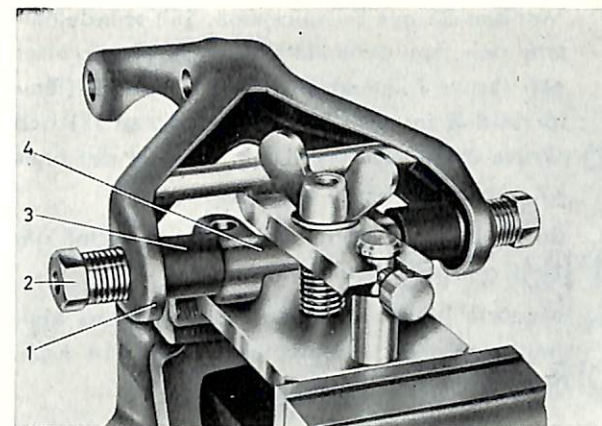

Bild 21. Montering av axel i övre länkarm.
1. Axeln (16) borttages från länkarmen genom att skruva bort smörjniplarna (12 resp. 19) och därefter de gängade bussningarna (13 resp. 18) vid axelns ändar.
4. Placera länkarmen i fixturen så, att pinnen på överfallet kommer in i U-profilen på länkarmen och hålen i axelns klackar passar på de båda styripinnarna. Skjut överfallet mot länkarmen, drag åt vingmuttern något, skruva in stoppskruven samt drag åt vingmuttern. Se bild 21.